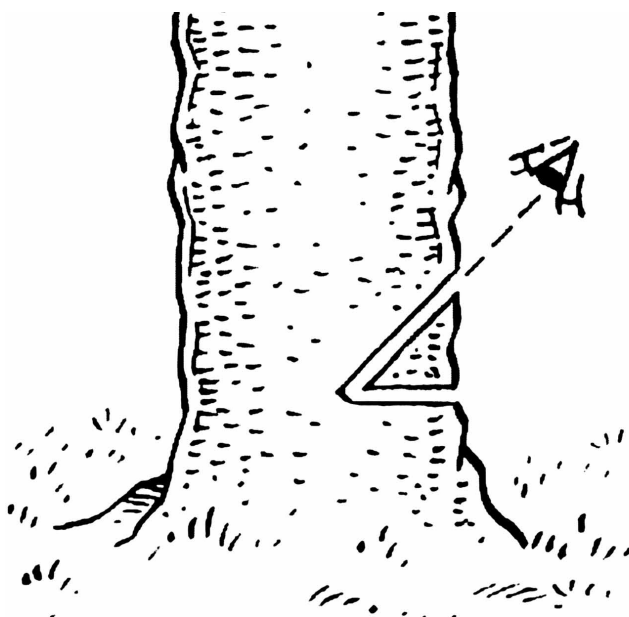

FIG. 052
- 1ª. Mediante DOS CORTES “de dirección o direccionales” (el 1º inclinado de 45° y el 2º, el horizontal), se hace una muesca en la dirección de caída, también llamada entalladura guía o muesca de caída. **FIG. 052**